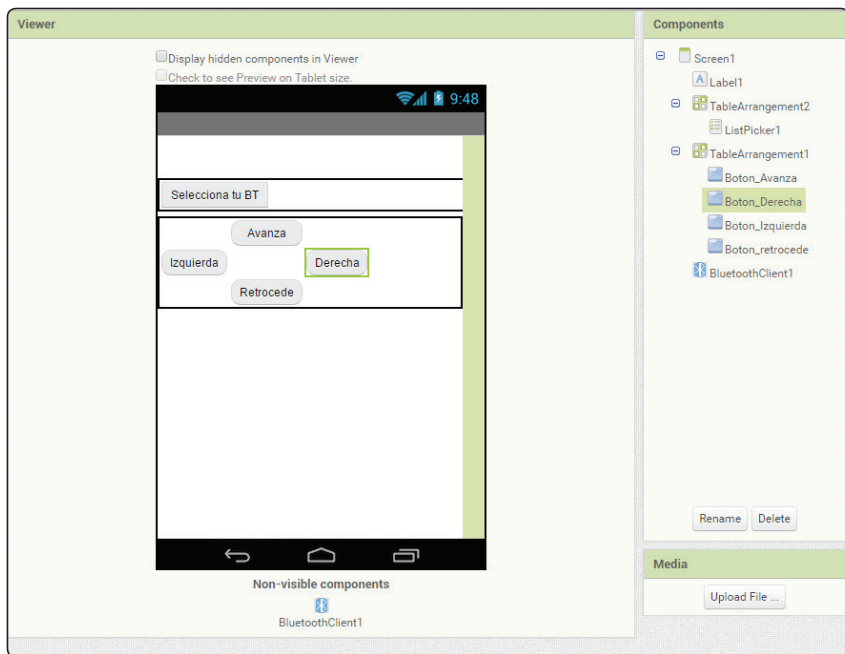

Figura 3.2-11. Diseño de la aplicación en App Inventor de la actividad para mover un robot con Android
- Quitaremos el botón de encender el LED y en su lugar añadiremos 4 botones que llamaremos Boton_Avanza, Boton_Retrocede, Boton_Izquierda y Boton_derecha, quedando un diseño como el de la Figura 3.2-11